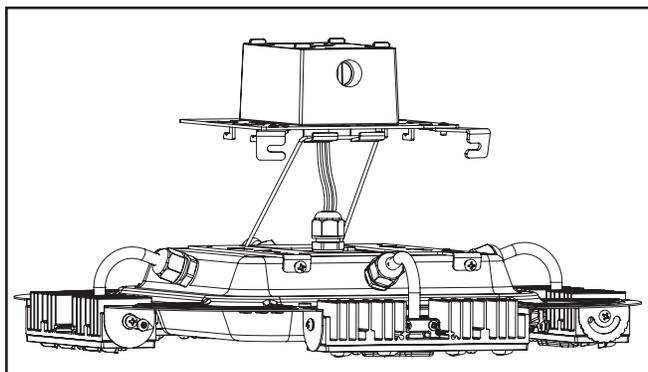

Figura 5.
6. Realice las conexiones eléctricas. (Figura 5.)